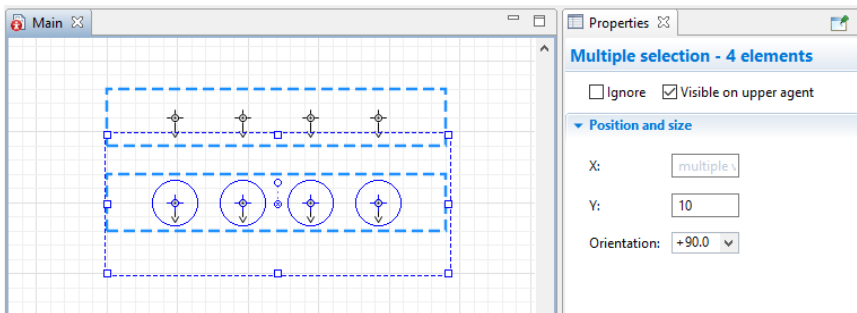

Рисунок 2.26 – Встановлення напрямлення атракторів
– Розташування навантажувачів також задаємо атракторами. Виділіть прямокутний вузол *loader_place* у графічному редакторі та клацніть кнопку *Attractors...* (атрактори) у властивостях вузла. У вікні *Attractors...* вкажіть число атракторів - 4, та натисніть ОК. За необхідності ви можете змінювати напрямлення атракторів. Для цього затиснувши клавішу Shift та клацнувши по них мишею, у параметрі *Orientation* (орієнтація секції властивостей) *Position and size* (розташування та розмір) вибирається необхідний градус повороту фігури (рис. 2.26). В нашому випадку розташування атракторів нас влаштовує.